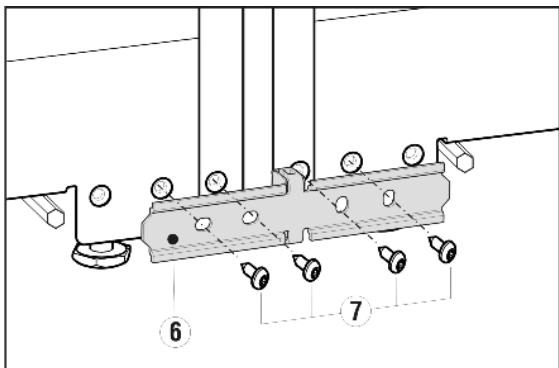
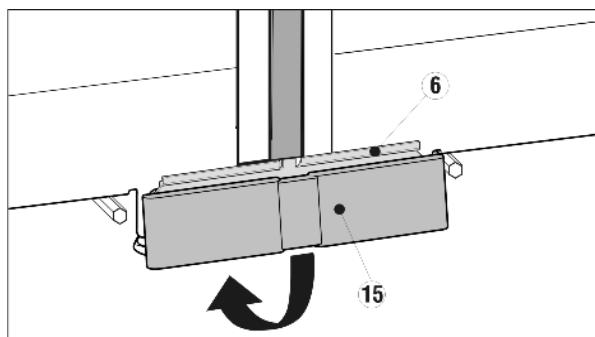
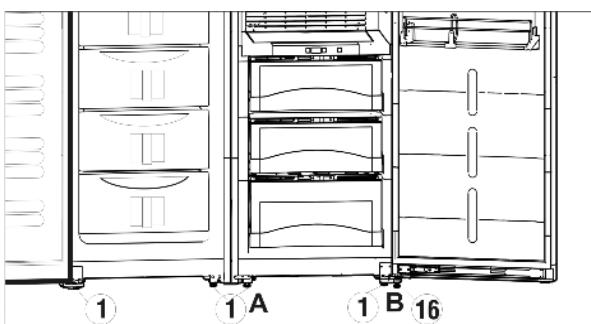

Fig. 4
Fig. 10
Fig. 9
- Сдвиньте устройства вместе или повторно выровняйте их и при помощи винтов Fig. 4 (7) из комплекта прочно прикрутите крепежный уголок Fig. 10 (6).
- ▶ Защелкните крышку Fig. 9 (14) на еще открытом промежутке обеих заглушек участков обслуживания. Следите за тем, чтобы наружные стороны крышки заканчивались вровень с заглушками участков обслуживания. Для этой цели крышка сделана выдвижной.
- ▶ Нижнюю крышку Fig. 10 (15) из комплекта установите сверху на крепежный уголок Fig. 10 (6) и зафиксируйте снизу.
- ▶ Снова выкрутите средние установочные опоры (A) до контакта с полом.
- ▶ При необходимости выкрутите установочную опору Fig. 9 (16) на опорном кронштейне (B), чтобы подпереть дверцу.*